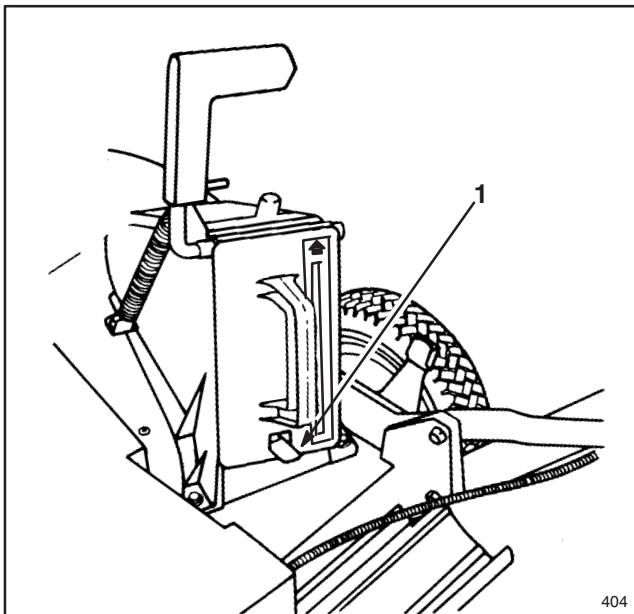

Abbildung 4
4. Mulcheinsatz ganz einschieben, bis die Federlasche am unteren Ende des Einsatzes einrastet und somit der Mulcheinsatz fest im Auswurfkanal verankert ist (Abb. 4). Griff der Auswurfklappe loslassen, um oberen Teil des Mulcheinsatzes zu fixieren.